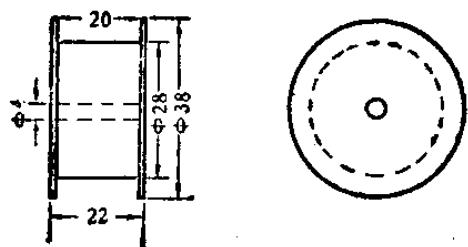

图 12-4
4. 大輪：可請車木工场根据图 12-4 的尺寸車制木輪四只，中間